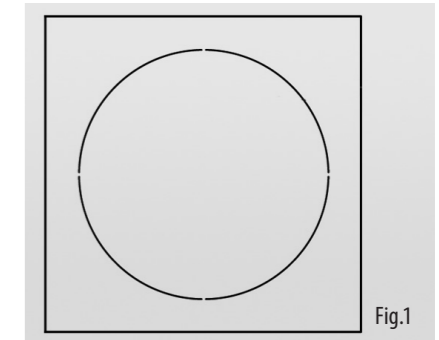

Rys.6 Przełączniki wyboru zaczełów głośnika
6. Głośnik jest wyposażony w transformator wielozłączowy do użytku w systemach z linią rozproszoną (rys.6). Jest też kran LOZ. Wybierz żądany kran przed wsunięciem grilla na miejsce. Średnia impedancja każdego głośnika w tym zakresie wynosi 8 omów w ustawieniu LOZ.